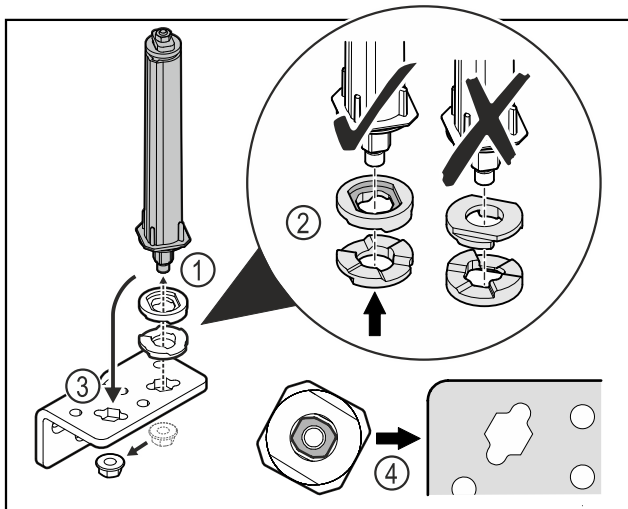

Fig. 33
- ▶ Avaa mutteri ja poista oven sulkuyksikkö Fig. 33 (1).
- ▶ Huomioi korkeudensäätölaattojen oikea kohdistus Fig. 33 (2).
- ▶ Aseta oven sulkuyksikkö saranakulmassa toiseen paikkaan ja kiinnitä mutterilla Fig. 33 (3).
- ▶ Huomioi oven sulkuyksikön oikea kohdistus paikalleen asettamisen yhteydessä Fig. 33 (4).